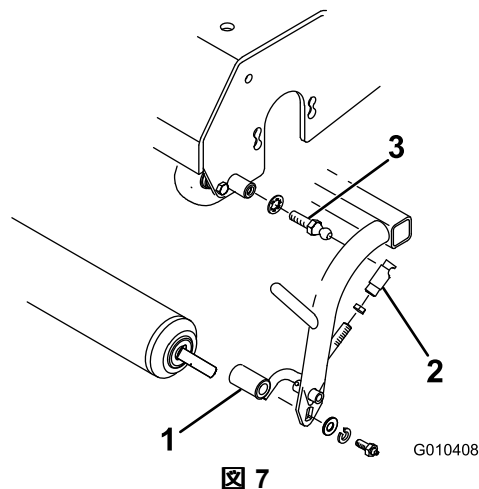

図 7
4. グリーンズマスター 3050, 3100 または 3150 のトラクションユニットにトリローラキットを取り付ける場合には、トリローラの左右端部に径の小さいボールスタッドとワッシャを使用する 図 7。リンクは一番前まで伸ばす。